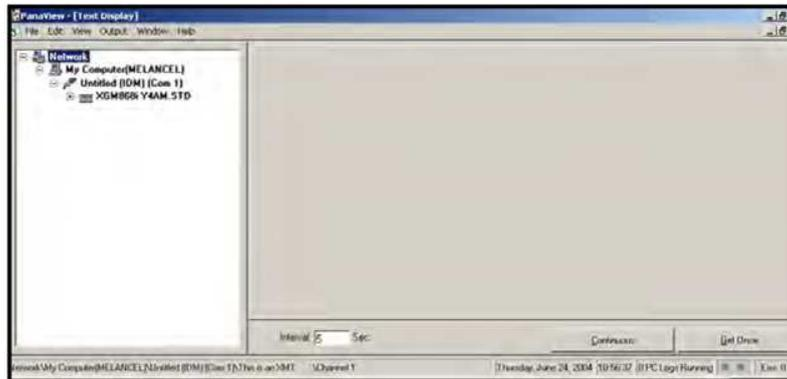

Рисунок 22: Экранное окно для отображения текста
2. Используя меню окна *Window*, как описано в *Руководстве Пользователя PanaView*, можно расположить открытые окна в желаемом порядке. По поводу этого обсуждения на *Рисунок 22* ниже показано текстовое окно экрана *Text Display* в развернутом (полноэкранный) формате.
5. Перед тем как отображать фактические значения данных в текстовой области окна, активируйте один из следующих режимов сбора данных (см. *Рисунок 22* выше).